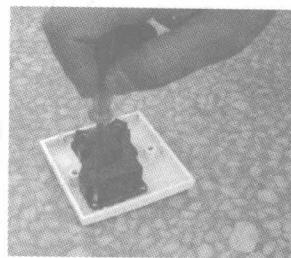

图 1-7 小螺钉旋具的使用
2) 小螺钉旋具的使用。小螺钉旋具一般用来紧固电气装置接线柱头上的小螺钉，使用时，可用手指顶住木柄的末端捻转，如图 1-7 所示。